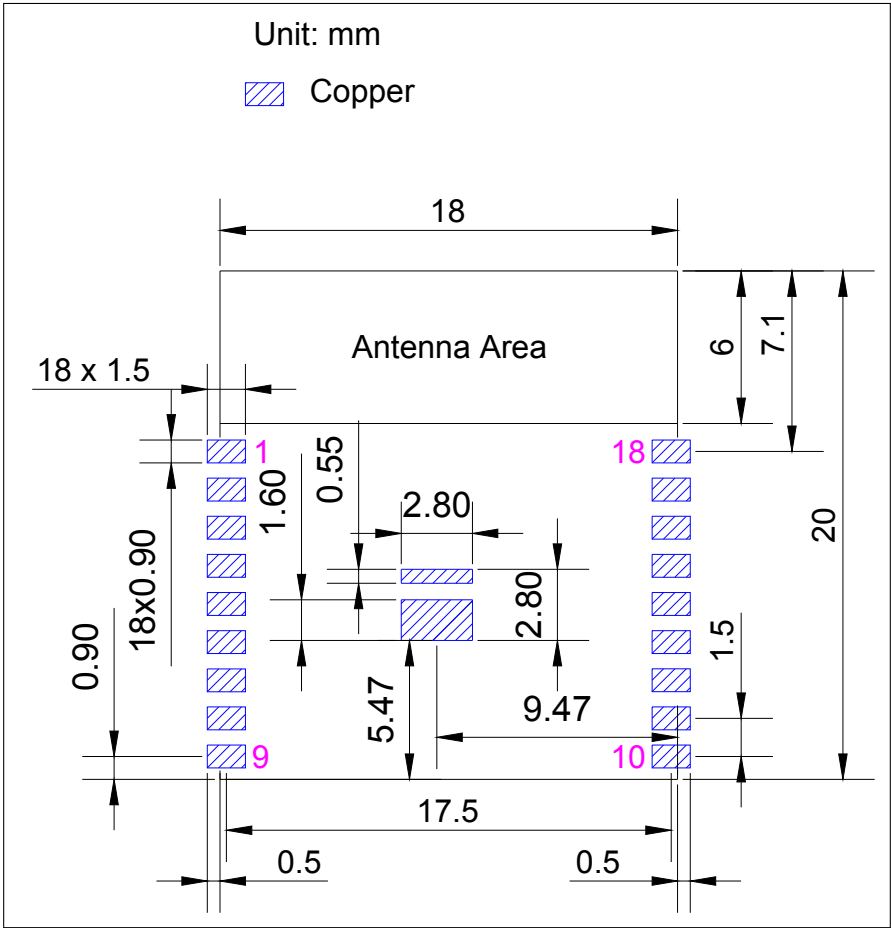
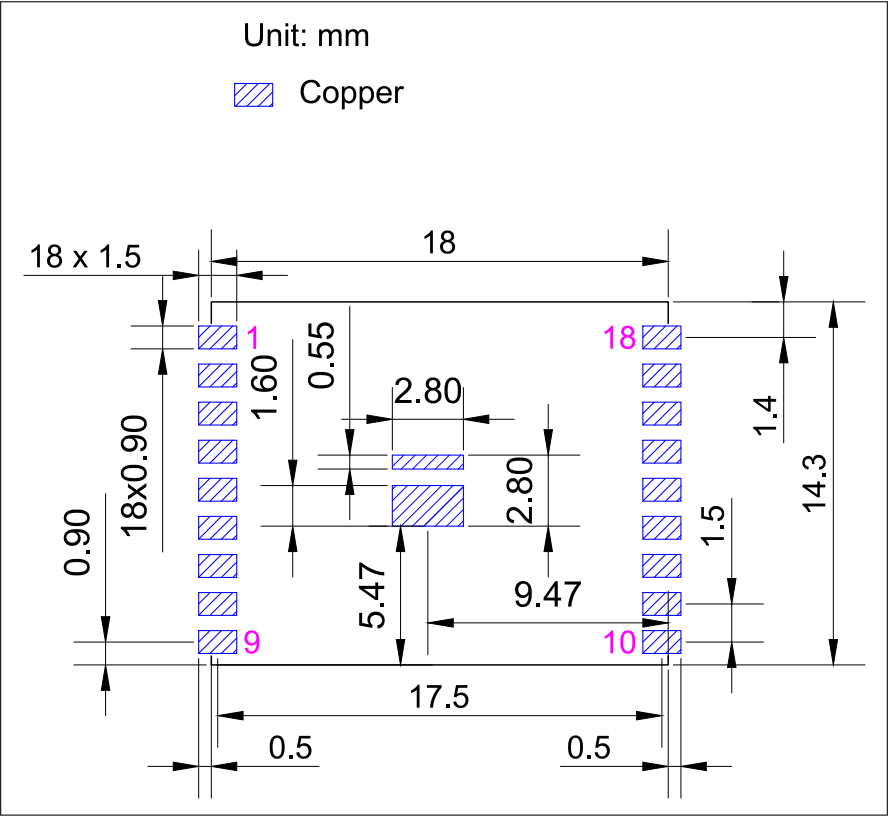

图 10: ESP8684-WROOM-02C 推荐 PCB 封装图形
图 11: ESP8684-WROOM-02UC 推荐 PCB 封装图形
- 推荐 PCB 封装图，标有 PCB 设计所需的全部尺寸。详见图 10 *ESP8684-WROOM-02C 推荐 PCB 封装图形* 和图 11 *ESP8684-WROOM-02UC 推荐 PCB 封装图形*。
- 推荐 PCB 封装图的源文件，用于测量图 10 和 11 中未标注的尺寸。您可用 Autodesk Viewer 查看 ESP8684-WROOM-02C 和 ESP8684-WROOM-02UC 的封装图源文件。